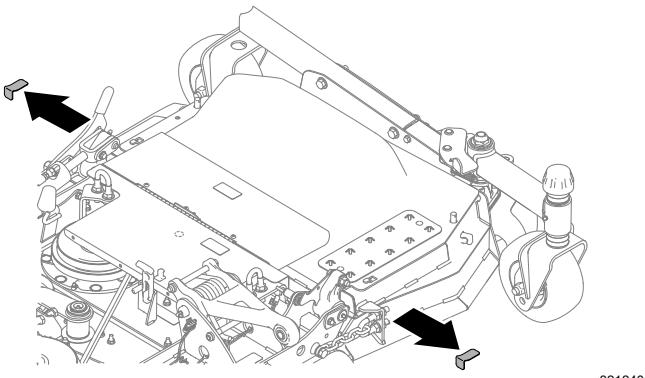

Figura 39
6. Retire os calços ou os apalpa-folgas (Figura 39).